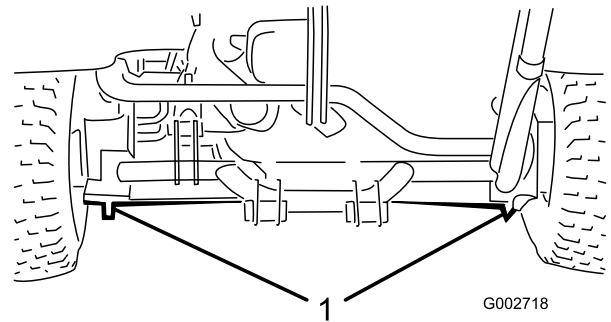

Figure 21
- Côté gauche ou droit, sous le moteur de roue arrière ou le cadre (Figure 21).